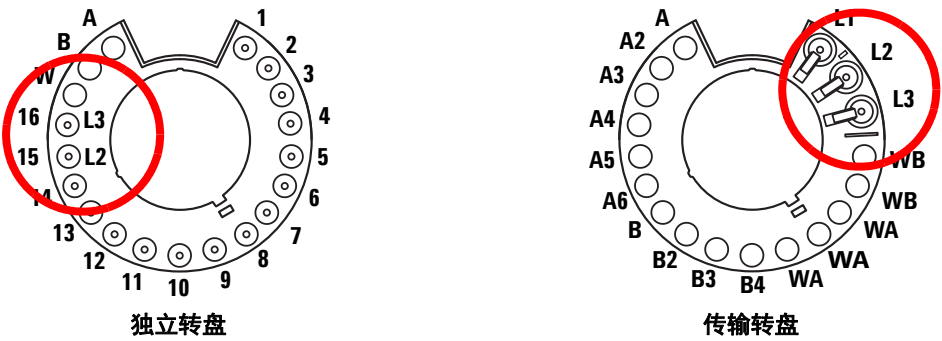

图 62 适用于夹层进样的转盘样品瓶位置
在调用样品瓶进行夹层进样时，如果使用独立转盘，则第 1 层 (L1) 可以放置在任何转盘位置 (1-14)；或者，如果使用带有样品盘的传输转盘，则第 1 层 (L1) 可以放置在任何样品盘位置 (1-150)。第 2 层 (L2) 和第 3 层 (L3) 的样品瓶必须分别放置在转盘位置 **L2** 和 **L3** (图 62) 上。
- 3 将溶剂 B 样品瓶 (L3) 放置在转盘位置 **L3** 处。有关转盘位置的信息，请参考第 205 页上的图 62。